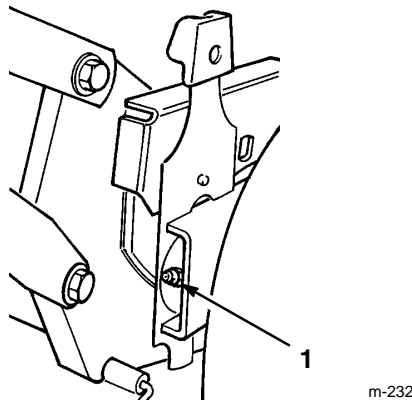

Abbildung 27
1. Die Schmitzhöheneinstellhebel an den Hinterrädern auf mittlere Position stellen. Die Schmiernippel mit einem sauberen Lappen abwischen (Abb. 27). Eine Fettpresse am Nippel ansetzen und vorsichtig 2 oder 3 Takte “#2 Multi-Purpose Lithium Base Grease” einpumpen. Durch übermäßigen Fettdruck können die Dichtringe beschädigt werden.